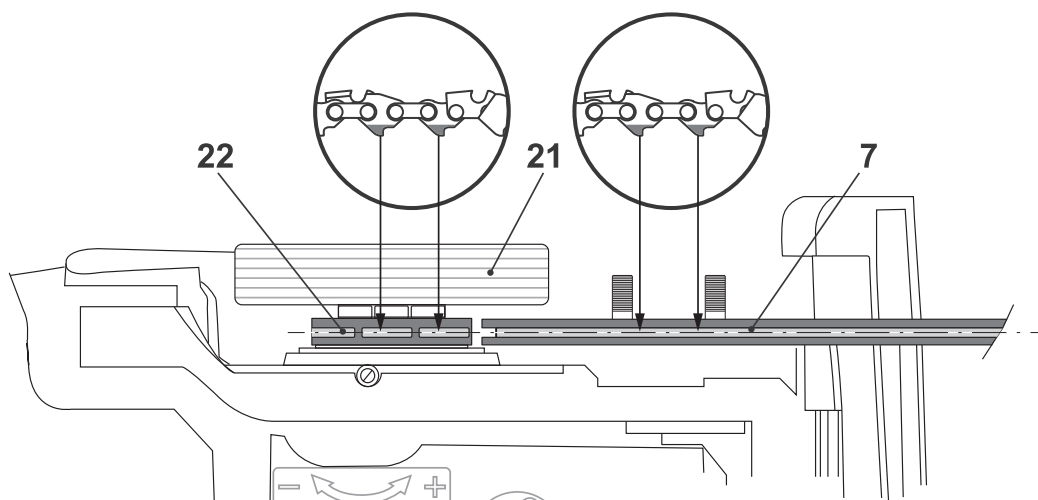

Fig. 4.1
- > Asegúrese de que la cadena esté correctamente ubicada en las ranuras de la rueda dentada motriz (22), a lo largo de la barra guía (7) (Fig. 4.1).